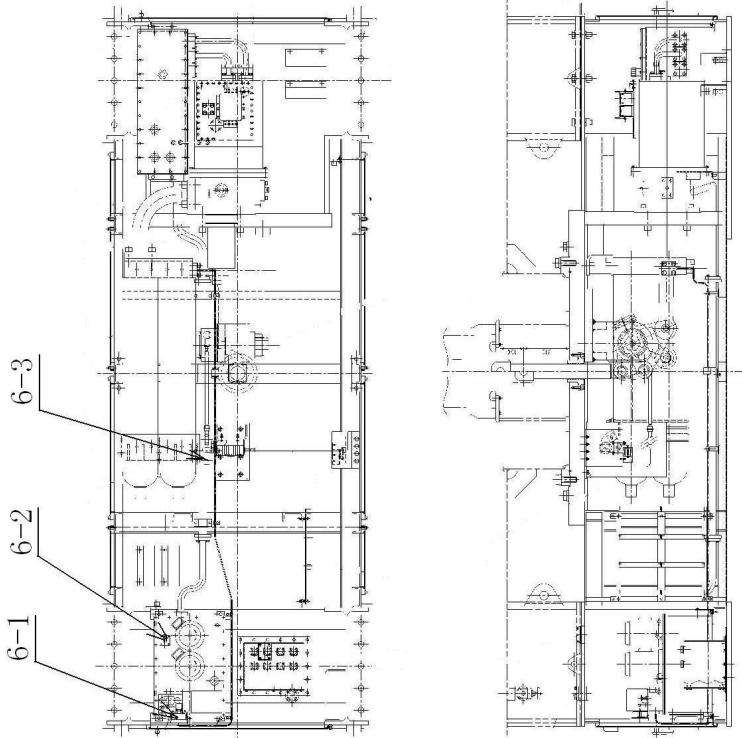

图 7 自动监视
2.4.7 自动监视 (参考图 7)
每相断路器自动监视装置如图 7 所示。